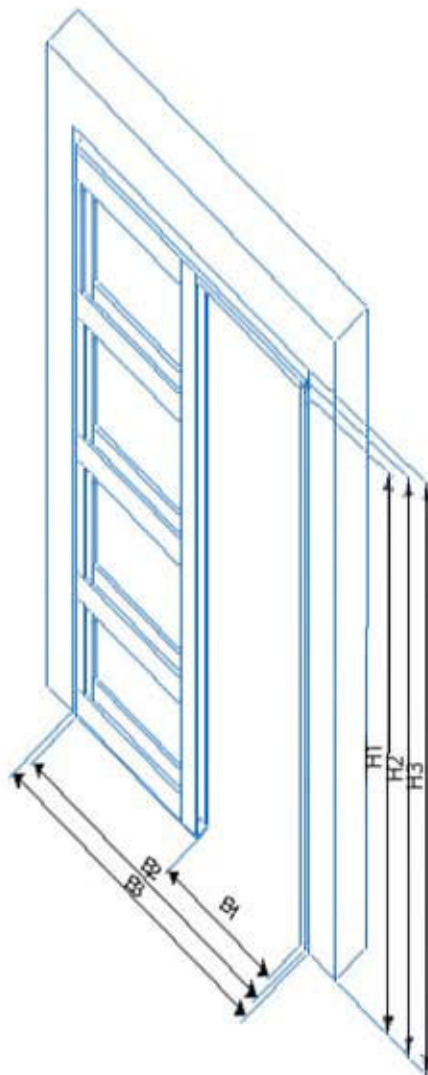

Рисунок 2
- Перед началом монтажа, следует внимательно проверить качество деталей, все ли в комплекте и соответствие размеров проёма и деталей пенала (кассеты) (Таб.1, 2, Рис.2). После того, как проведен монтаж или в изделие были внесены изменения, претензии касательно явных дефектов не принимаются.
Подготовка проёма для монтажа пенала (кассеты) (Таб. 1, 2, Рис.2)